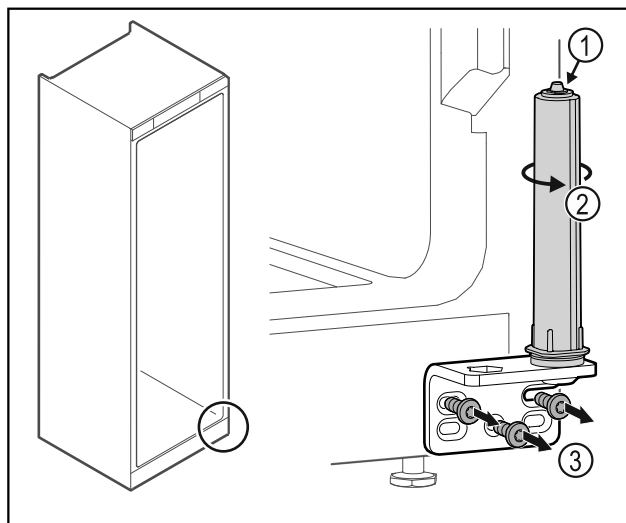

Fig. 14
- ▶ Не разбирайте систему закрытия двери Fig. 14 (1).
- ▶ Поворачивайте систему закрытия Fig. 14 (2) до щелчка.
- ▶ Отвинтите шарнирные уголки Fig. 14 (3).